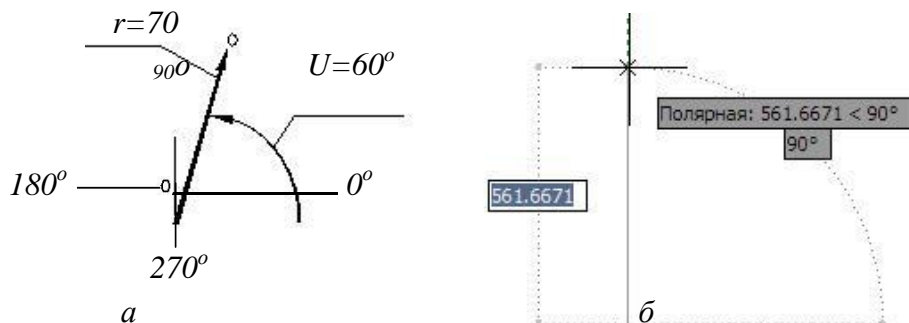

Рис. 1.19. Задание координат точек при использовании полярных координат:
– **полярных** координат  $r$  (радиус-вектор);  $r$  – расстояние от первоначально заданной точки,  $U$  – угол от предыдущей точки, который указывается в градусах против часовой стрелки (рис. 1.19, *а*). Для задания точки необходимо задать угол и набрать с клавиатуры значение расстояния (рис. 1.19, *б*). Запись в командной строке полярных координат следующая:  $@r<U$ . Пример:  $@70<60$  (длина отрезка 70 мм, а угол наклона отрезка к оси  $X$  равен  $60^\circ$ );